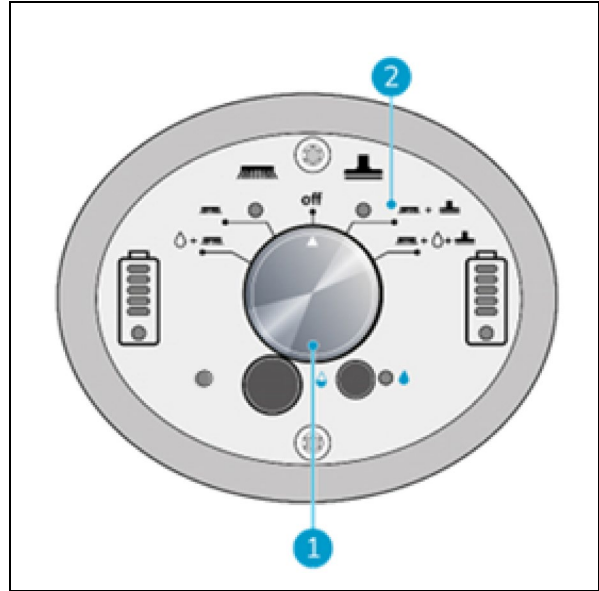

Figure 22
1. Utilisez l'interrupteur principal de l'i-mop XL (figure 22, pos. 1) et choisissez le MODE 3 Brosse + Aspirateur sec (figure 22, pos. 2).